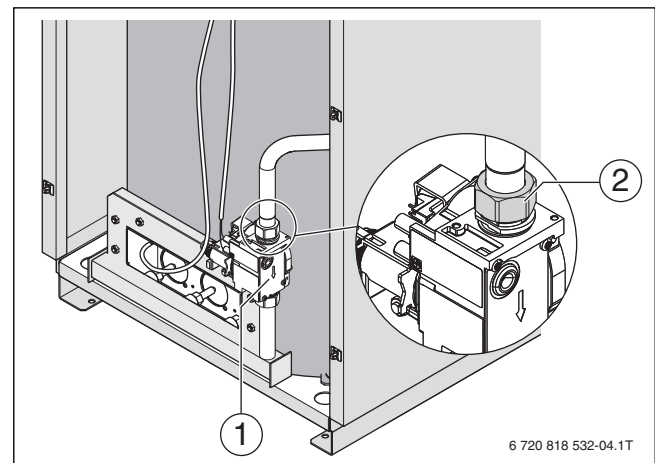

Рис. 34 Демонтаж горелки
- ▶ Подсоедините газоподводящую трубу к клапану резьбовым соединением [2] с моментом затяжки 48-52 Н*м (→ рис. 34, стр. 32).